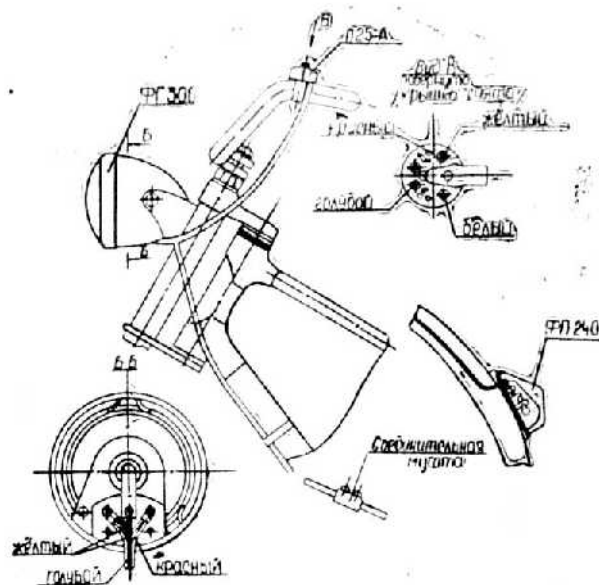

Рис. 7. Установка электрооборудования.
Система электрооборудования состоит из фары ФГ 306 с встроенным дросселем и лампой А-6-3, заднего фонаря с лампой А-12-1,5, переключателя П-25А и пучка проводов (рис. 7).
4. Подсоединить провода к клеммной пластинке оптического элемента в соответствии с вышеуказанной схемой. (См. рис. 7).